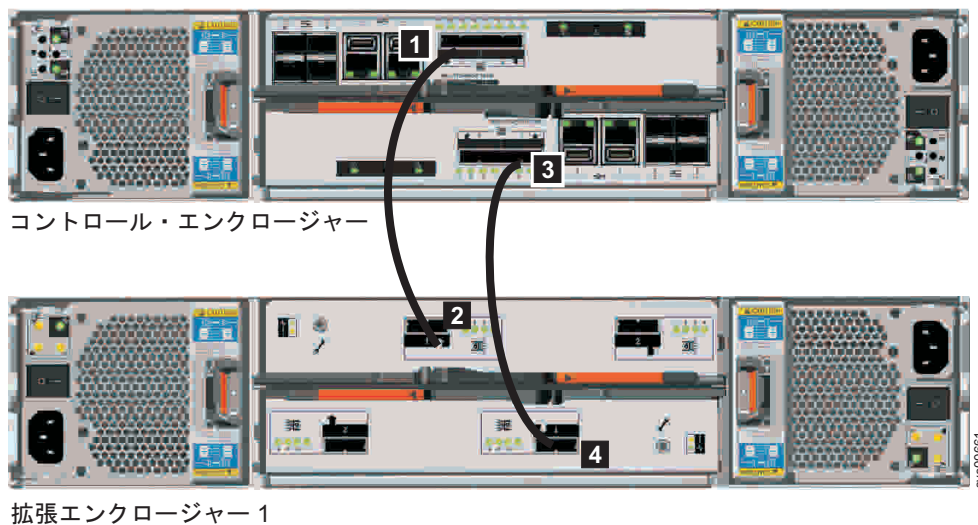

図 30. コントロール・エンクロージャーへの拡張エンクロージャーの接続
2. コントロール・エンクロージャーの SAS ケーブルを最初の拡張エンクロージャーに接続します (28 ページの図 30 を参照)。保護エンド・カバーを取り外します (必要な場合)。最初の拡張エンクロージャーはコントロール・エンクロージャーの下にあります。